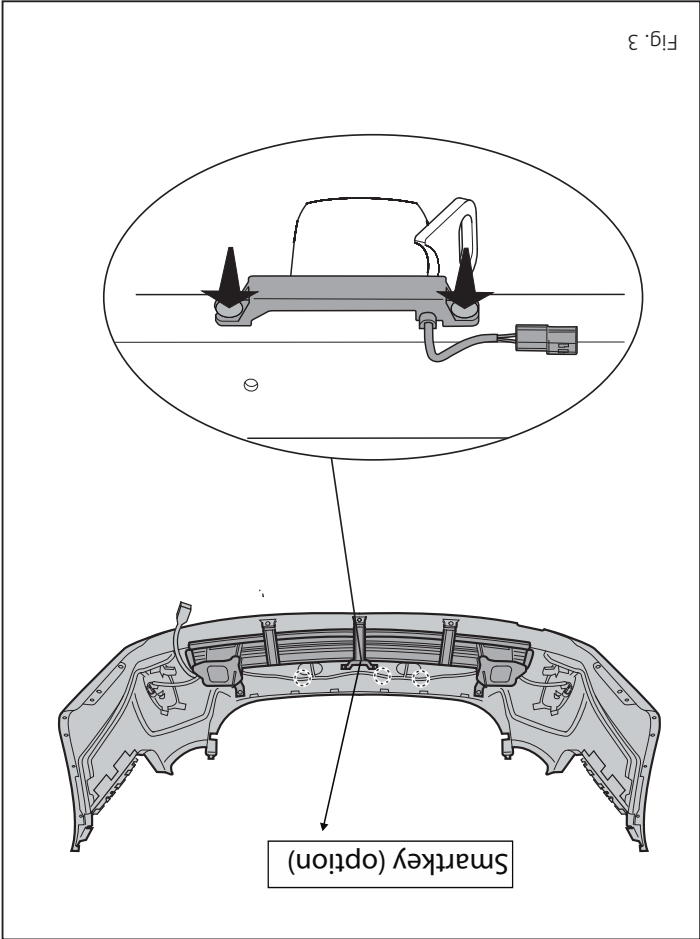

Fig. 3
4. **Please note:** if present Remove the sensor. See figure 3
4. **Achtung, wenn vorhanden:** Den Sensor abmontieren. Siehe Abbildung 3.